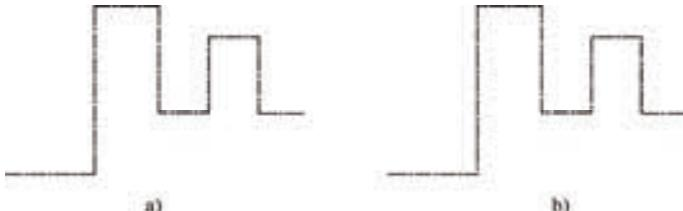

图 3-54 控制多段线的线型（线型为点画线时）
选择“开 (ON)”时，将在每个顶点处允许以短画开始或结束生成线型；选择“关 (OFF)”时，将在每个顶点处允许以长画开始或结束生成线型。“线型生成”不能用于包含带变宽的线段的多段线。如图 3-54 所示。